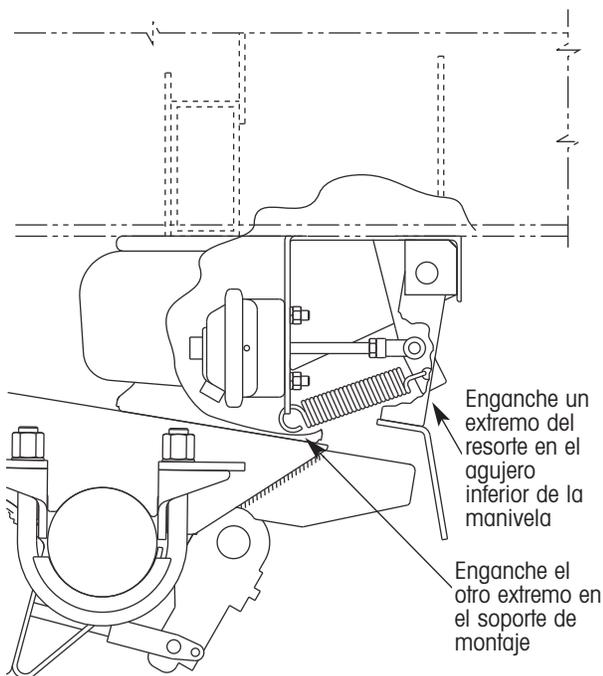

Figura 66. Detalles de la instalación del resorte
20. Enganche un extremo del resorte al soporte de montaje y el otro extremo del resorte al agujero inferior de la manivela (figura 66).
12. Enganche un extremo del resorte al soporte de montaje y el otro extremo del resorte al agujero inferior de la manivela (figura 66).